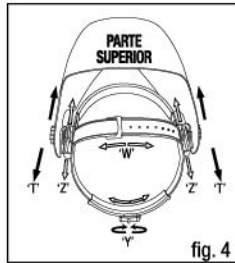

fig. 4
Para aumentar ou diminuir a circunferência global do arnês, rode o manípulo na parte traseira do arnês. (Ver regulação "Y" na fig. 4). Esta operação pode ser efetuada com a máscara colocada na cabeça e permite definir a tensão certa, de forma a manter a máscara firme na cabeça sem que fique demasiado apertada.
Se o arnês ficar demasiado alto ou demasiado baixo na sua cabeça, ajuste a correia que passa por cima da cabeça. Para o efeito, solte a extremidade da correia retirando o fuzilhão do orifício existente na correia. Faça deslizar as duas partes da correia até obter a largura pretendida e introduza o fuzilhão no orifício mais próximo. (Ver regulação "W" na fig. 4).
1.º passo: Desaperte a porca de bloqueio (ver "T" na fig. 4), para regular a distância entre a máscara e o seu rosto na posição descida.